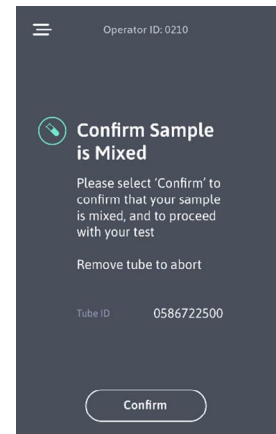

Figura 13
2. Selecione 'Confirmar' na tela sensível ao toque para confirmar que uma amostra foi misturada adequadamente antes da inserção (Figura 13).